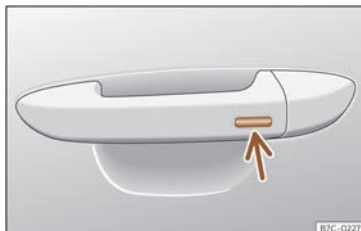

**Fig. 86** Poignée de porte : surface sensible.
- Appuyez un doigt pendant quelques secondes sur la surface sensible de verrouillage >>> **fig. 86** (flèche) de la poignée de porte jusqu'à ce que le toit ouvrant se ferme. Si vous cessez de toucher la surface sensible, la fonction d'ouverture/fermeture s'interrompt.